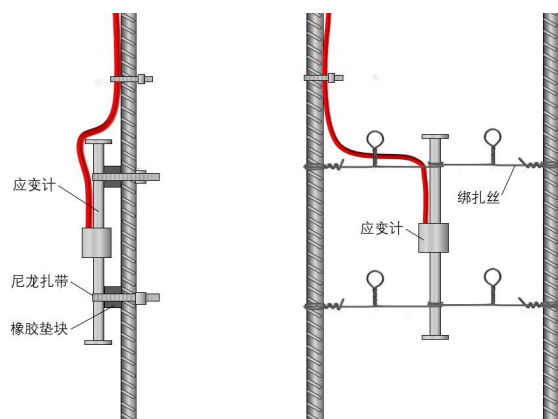

图 2-1 单向应变计的固定
- 按图 2-1 所示把应变计直接绑扎在钢筋上，推荐在应变计与钢筋之间设置橡胶垫块减震，以消除在混凝土浇筑期间对读数的干扰。如果没有设置垫块，干扰现象会在混凝土初凝后消失；
- 按图 2-1 右所示利用绑扎丝把应变计“悬挂”固定在两根钢筋之间，绑扎丝的位置应在应变计法兰盘内侧 25mm 处为宜；